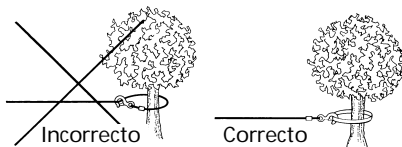

Figura 4
- NUNCA ENGANCHE EL CABLE DE ALAMBRE SOBRE SÍ MISMO. Use una eslinga de nilón (N° de Pieza Superwinch 1509 ó 2531). Enganchar el cable sobre sí mismo puede dañarlo (Figura 4).